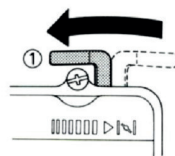

рис. 8
- После пуска двигателя и его прогрева переведите воздушную заслонку в положение «ON», смотрите рисунок 8.